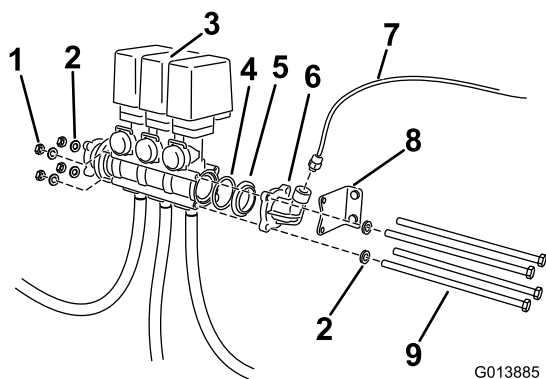

Figura 5
2. Retire os parafusos longos e os dispositivos de fixação que prendem o conjunto da válvula (Figura 5).
4. Retire a tampa do cotovelo e adaptador (Figura 5).